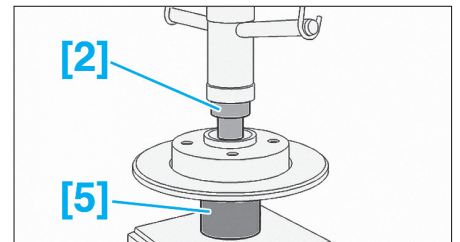

FIG. 54
- Mettre en place les outils [2] et [5] (Fig.54).